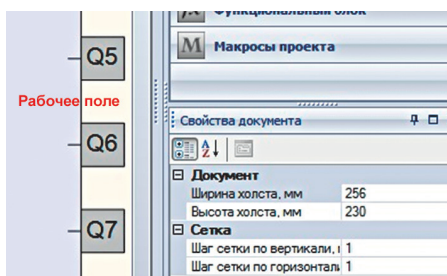

Рис. 2.
1. Однократно нажав левой кнопкой мыши на пустое место в рабочем поле прибора. В появившемся окне *Свойства документа* увеличиваем размер ширины и длины холста (рис. 2).